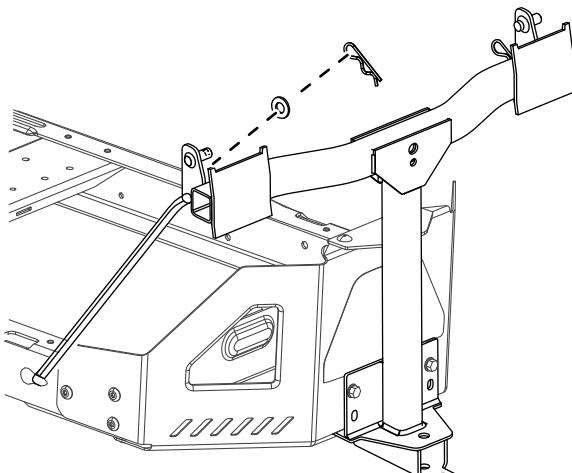

Figura 10
lado izquierdo del bastidor de la máquina, y mueva la varilla hacia atrás para encajarla en el bastidor (Figura 10).
5. Introduzca los extremos doblados de las varillas en la placa de enganche, como se indica en la Figura 10, y sujeté el extremo de cada varilla con una arandela y una chaveta.